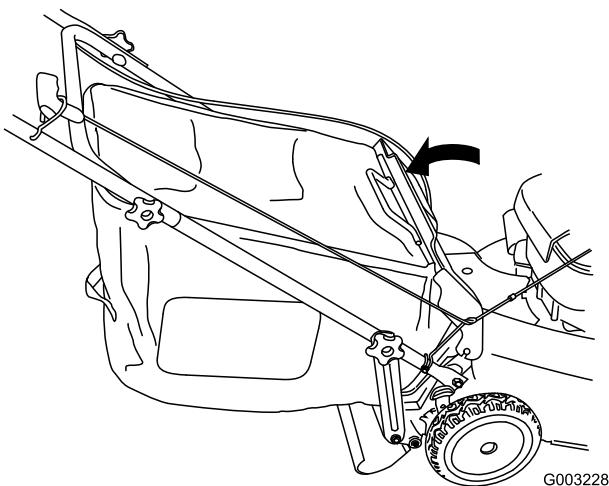

Figure 31
5. Abaissez le volet arrière (Figure 31).